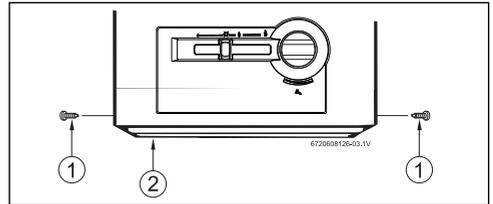

Fig. 5 Ilustración de la bandeja para partículas incandescentes
- Instale la bandeja para partículas incandescentes con los tornillos suministrados, como se muestra en la Fig. 5.